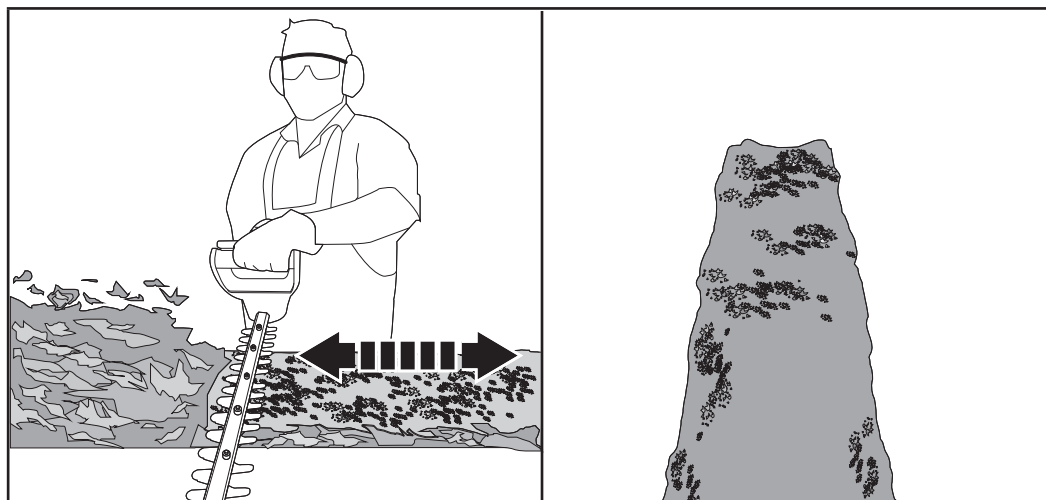

Fig. 7
- Couper en plusieurs étapes pour obtenir de meilleurs résultats plutôt que d'essayer de couper en une seule fois si la zone à couper est particulièrement longue (Fig. 7). Les coupes plus petites facilitent le compostage.
- Les haies doivent être taillées en forme trapézoïdale (Fig. 7). Une coupe trapézoïdale correspond à la croissance naturelle des plantes. Elle favorise au mieux la croissance de la haie, car elle expose la partie inférieure de la haie à davantage de lumière.